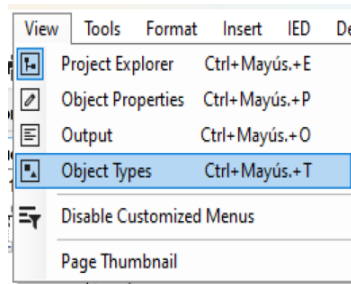

Imagen 210_Ventana de tipos de objetos.
4.1.5 Abrimos la ventana de “*Object Types*”, esto desde la parte superior seleccionamos “*View - Object Types*” como se muestra en la **Imagen 210**.